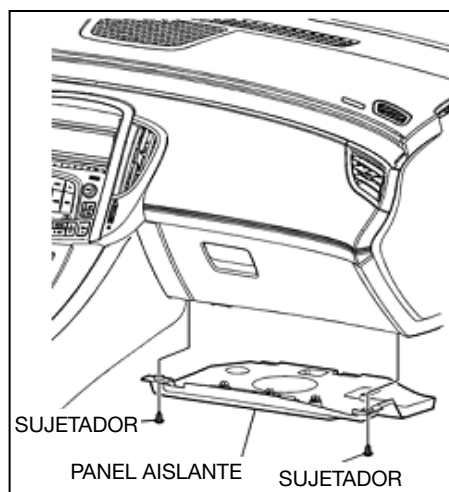

Fig. 18
2. Retire el panel y los sujetadores del aislante del panel de instrumentos (ver Fig. 18).